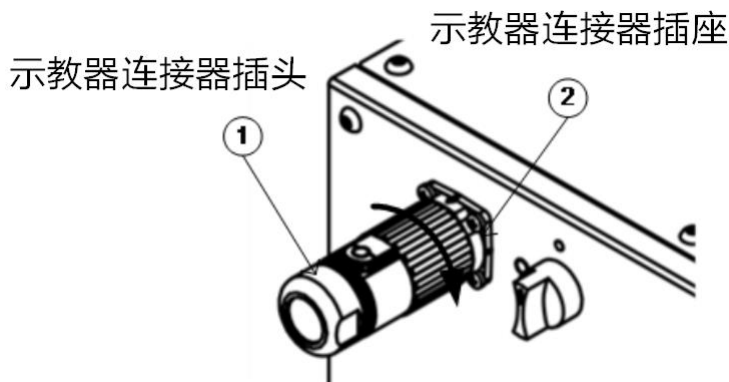

图 4-5 示教器连接
- 连接时将 1 号插头平面与 2 号插座平面对齐，如图 4-5 所示，此时，插头和插座上三角形对齐符号对准，然后将连接器推入，顺时针旋转插头 45 度，将插头插座卡紧。